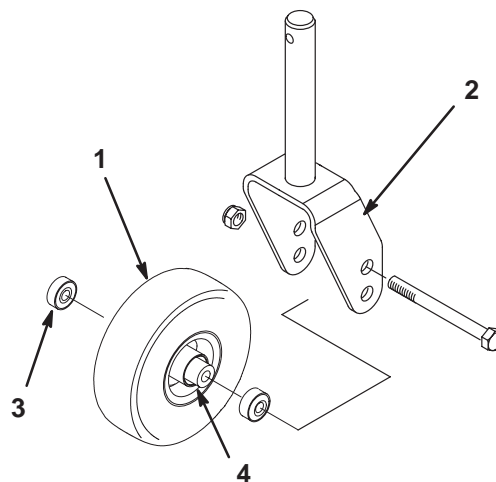
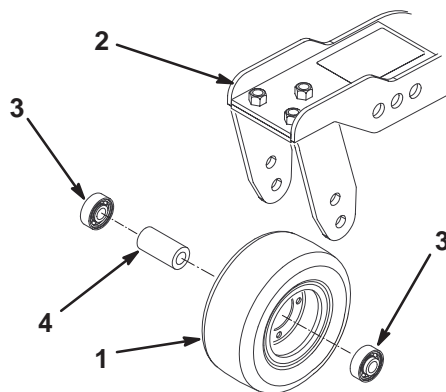

Bild 81
Bild 82
1. Entfernen Sie die Sicherungsmutter und die Kopfschraube, mit denen die Laufradgruppe in der Mitte der Laufradgabel (Bild 81) oder am Laufradgelenkarm (Bild 82) gehalten wird. Halten Sie das Laufrad fest und schieben die Kopfschraube aus der Gabel oder vom Gelenkarm ab.
2. Entfernen Sie das Lager aus der Radnabe und lassen das Lagerdistanzstück herausfallen (Bild 81 und 82). Entfernen Sie das Lager aus der gegenüberliegenden Seite der Radnabe.